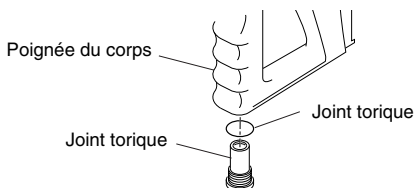

Figure 15 - Remise en place de l'ensemble déflecteur
1. Insérer le déflecteur et le joint torique dans la poignée et serrer (consulter la Figure 15).